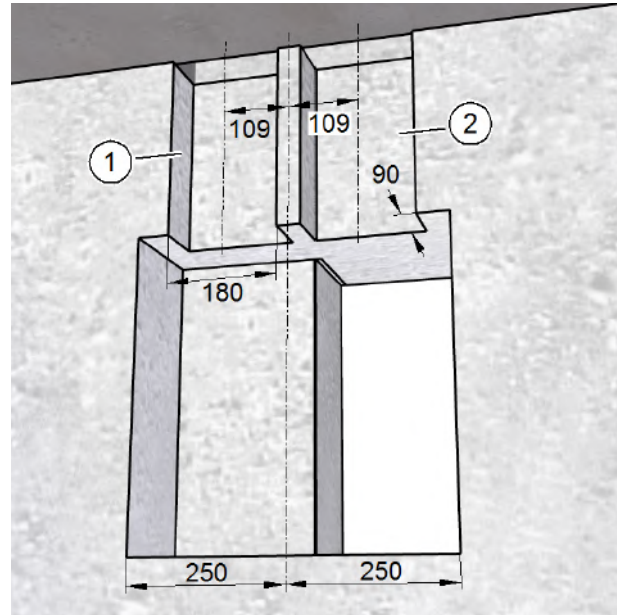

Abb. 10: Mauernuten für Flexrohranschlüsse fräsen, Maße in Millimeter
- ▶ Fräsen Sie mit der Mauernutfräse **eine** Nut entweder für das Abluftrohr (Pos. 1 in Abb. 10) **oder** für das Zuluftrohr (Pos. 2 in Abb. 10) mit der Breite 180 mm und der Tiefe 90 mm bis zum Deckenauslass der Flexrohre (siehe Abb. 10).
- ▶ Fräsen Sie mit der Mauernutfräse **zwei** Nuten für das Abluftrohr (Pos. 1 in Abb. 10) **und** für das Zuluftrohr (Pos. 2 in Abb. 10) mit der Breite 180 mm und der Tiefe 90 mm bis zum Deckenauslass der Flexrohre (siehe Abb. 10).